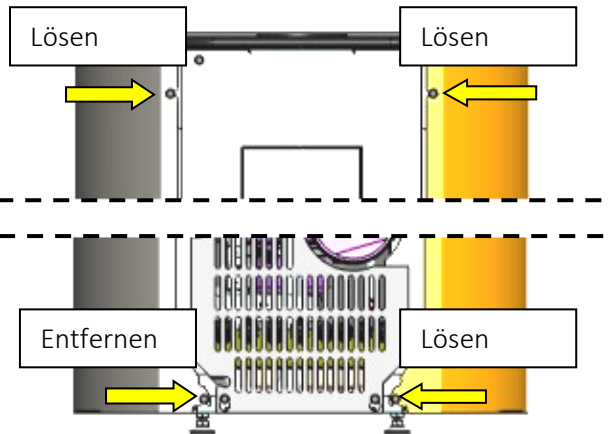

Abb. 12: Lösen der Schrauben (Rückseite)
- Auf der Rückseite die 4 Schrauben, zwei oben und zwei unten, gemäß Abb. 12 lösen bzw. entfernen